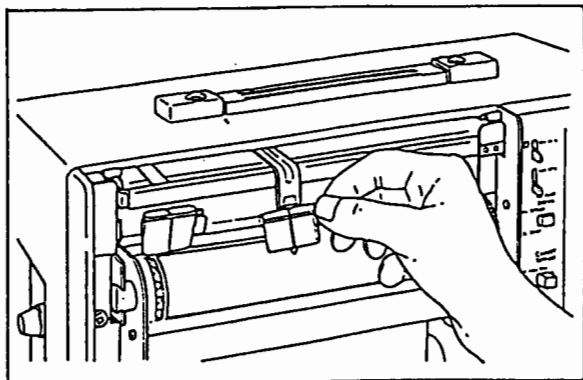

図 3.11
- (2) 図3.11のように色線を前面にしてペンホルダに差込んでください。